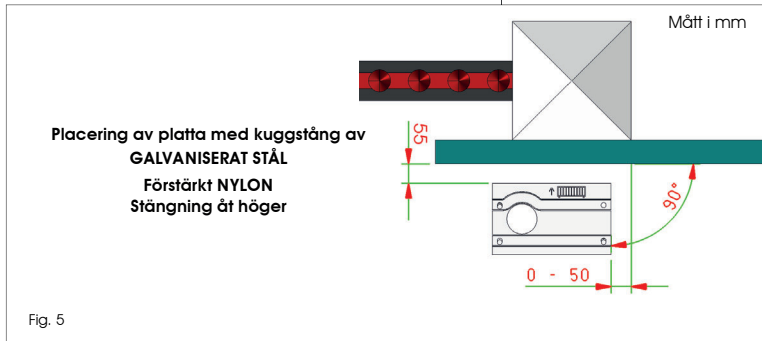
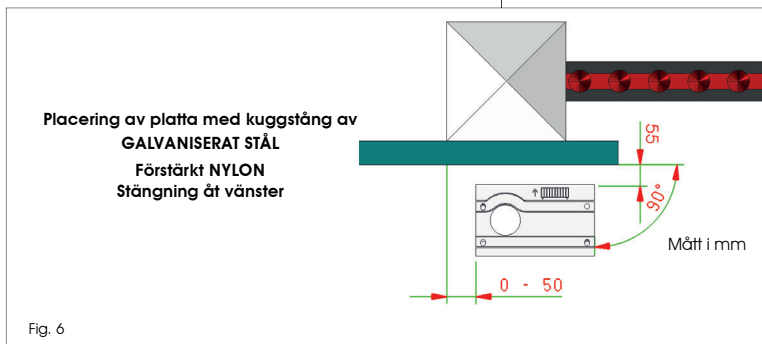

Fig. 5
Fig. 6
2. Bottenplattan ska placeras som i Fig. 5 (stängning åt höger) eller Fig. 6 (stängning åt vänster) för att säkerställa att kugghjul och kuggstång länkas samman korrekt.